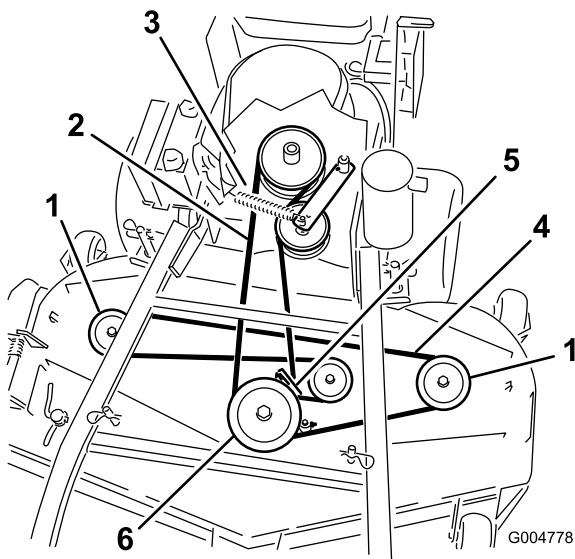
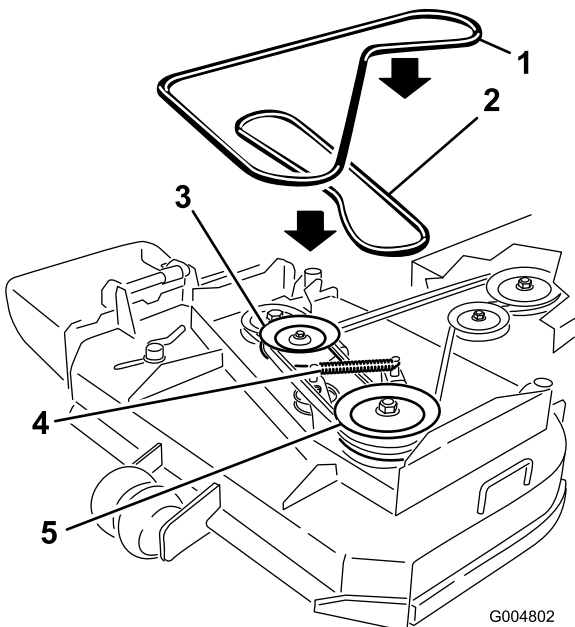

Figure 43
Figure 44
6. Décrochez le ressort du bras de la poulie de tension pour réduire la tension sur le bras et la poulie de tension, puis enlevez la courroie usagée (Figure 43 ou Figure 44).
7. Placez une courroie neuve autour des deux poulies d'axe extérieures, de la poulie de tension et dans la gorge inférieure de la poulie d'axe double (Figure 43 ou Figure 44).
8. Raccrochez le ressort du bras de tension (Figure 43 ou Figure 44).
10. Réglez l'écartement entre le guide et la courroie à 3 mm (1/8") (Figure 43 ou Figure 44).